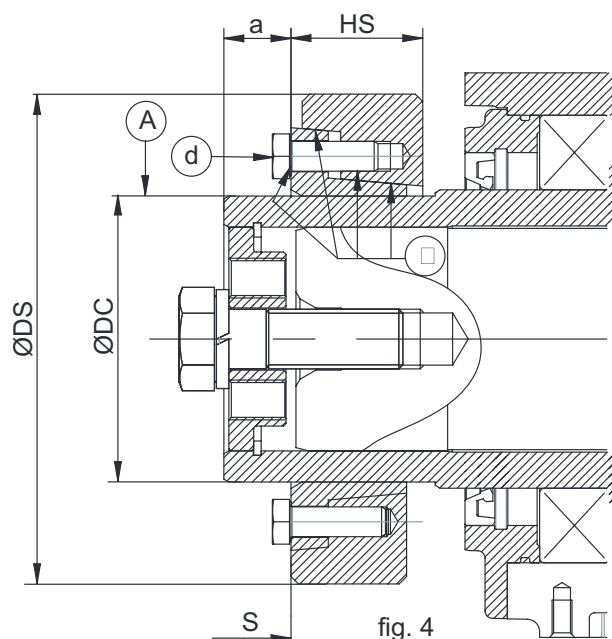

fig. 4
- Lubrificare la sede del giunto (fig. 4 pto. A).
- In caso di ripristino di giunto, smontare lo stesso ed ingrassare le zone "C" (vedi fig. 4).
- Montare il giunto nella sua sede sull'albero del riduttore senza serrare le viti, posizionandolo secondo la quota "a" (vedi fig. 4).
- Quando il montaggio del giunto è stato completato nel modo corretto, lo si può controllare anche visivamente, perchè le superfici frontali dell'anello interno ed esterno devono trovarsi sullo stesso piano (vedi fig. 4 pto. S).